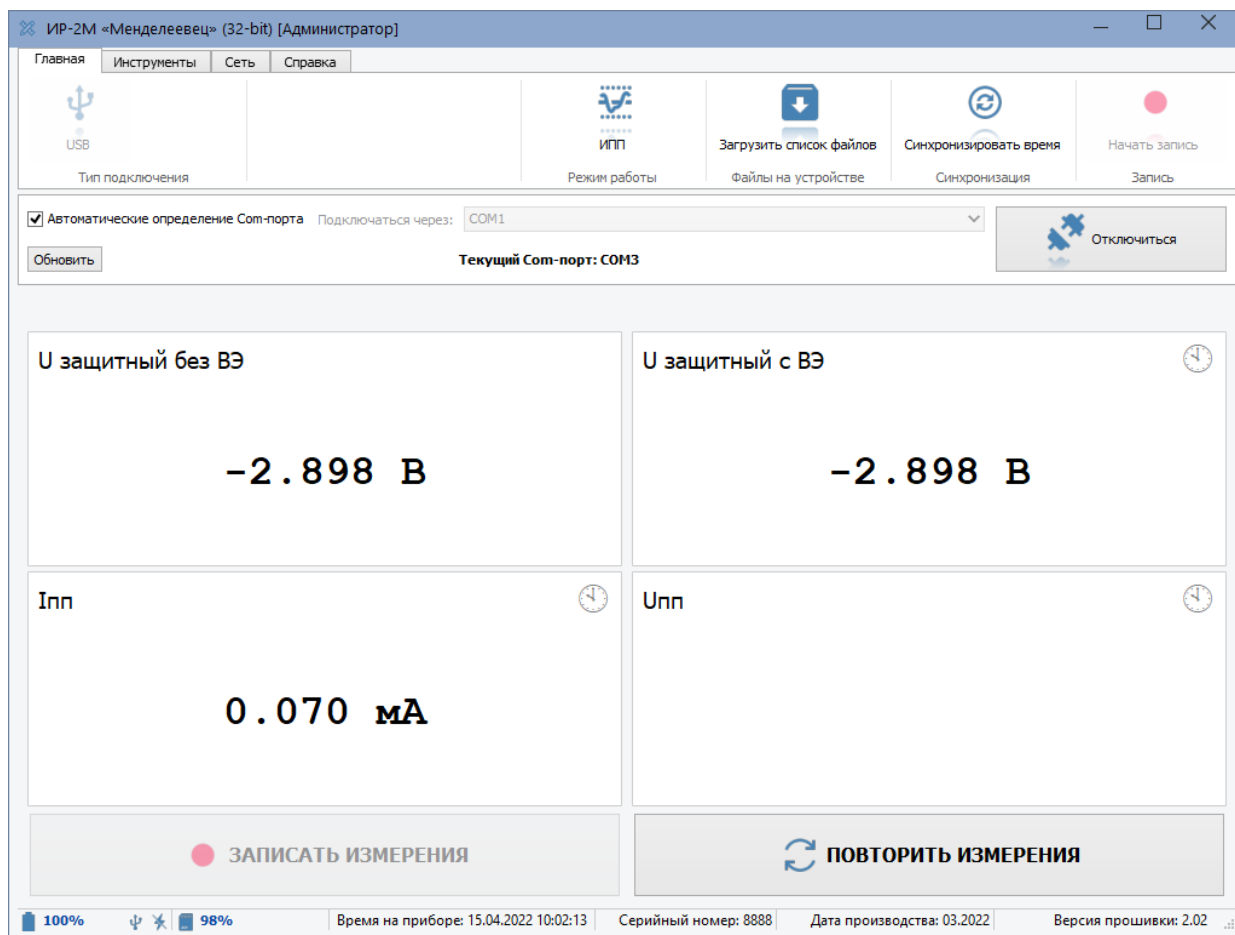

Рисунок 35 – Измерения в режиме «ИПП»
3.7.3.4 Нажмите кнопку «Регистратор» (группа «Режим работы»), чтобы перевести прибор в режим ИПП. После успешного переключения в режим «ИПП», прибор автоматически запустит измерения (рисунок 35).